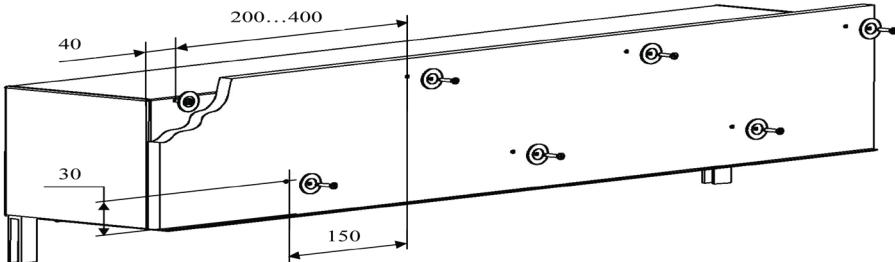

Рис. 15. Установка основы под штукатурку
2. Установить плиту заподлицо с неоштукатуренным фасадом здания (краями проема). Просверлить отверстия диаметром 3,5 мм через плиту и панель короба, а также через плиту и шину фасадную (см. рис. 15, приведенный ниже). Прикрепить теплоизолирующую плиту к коробу саморезами 4,2x25 мм с шайбами большого диаметра (не менее 25 мм).